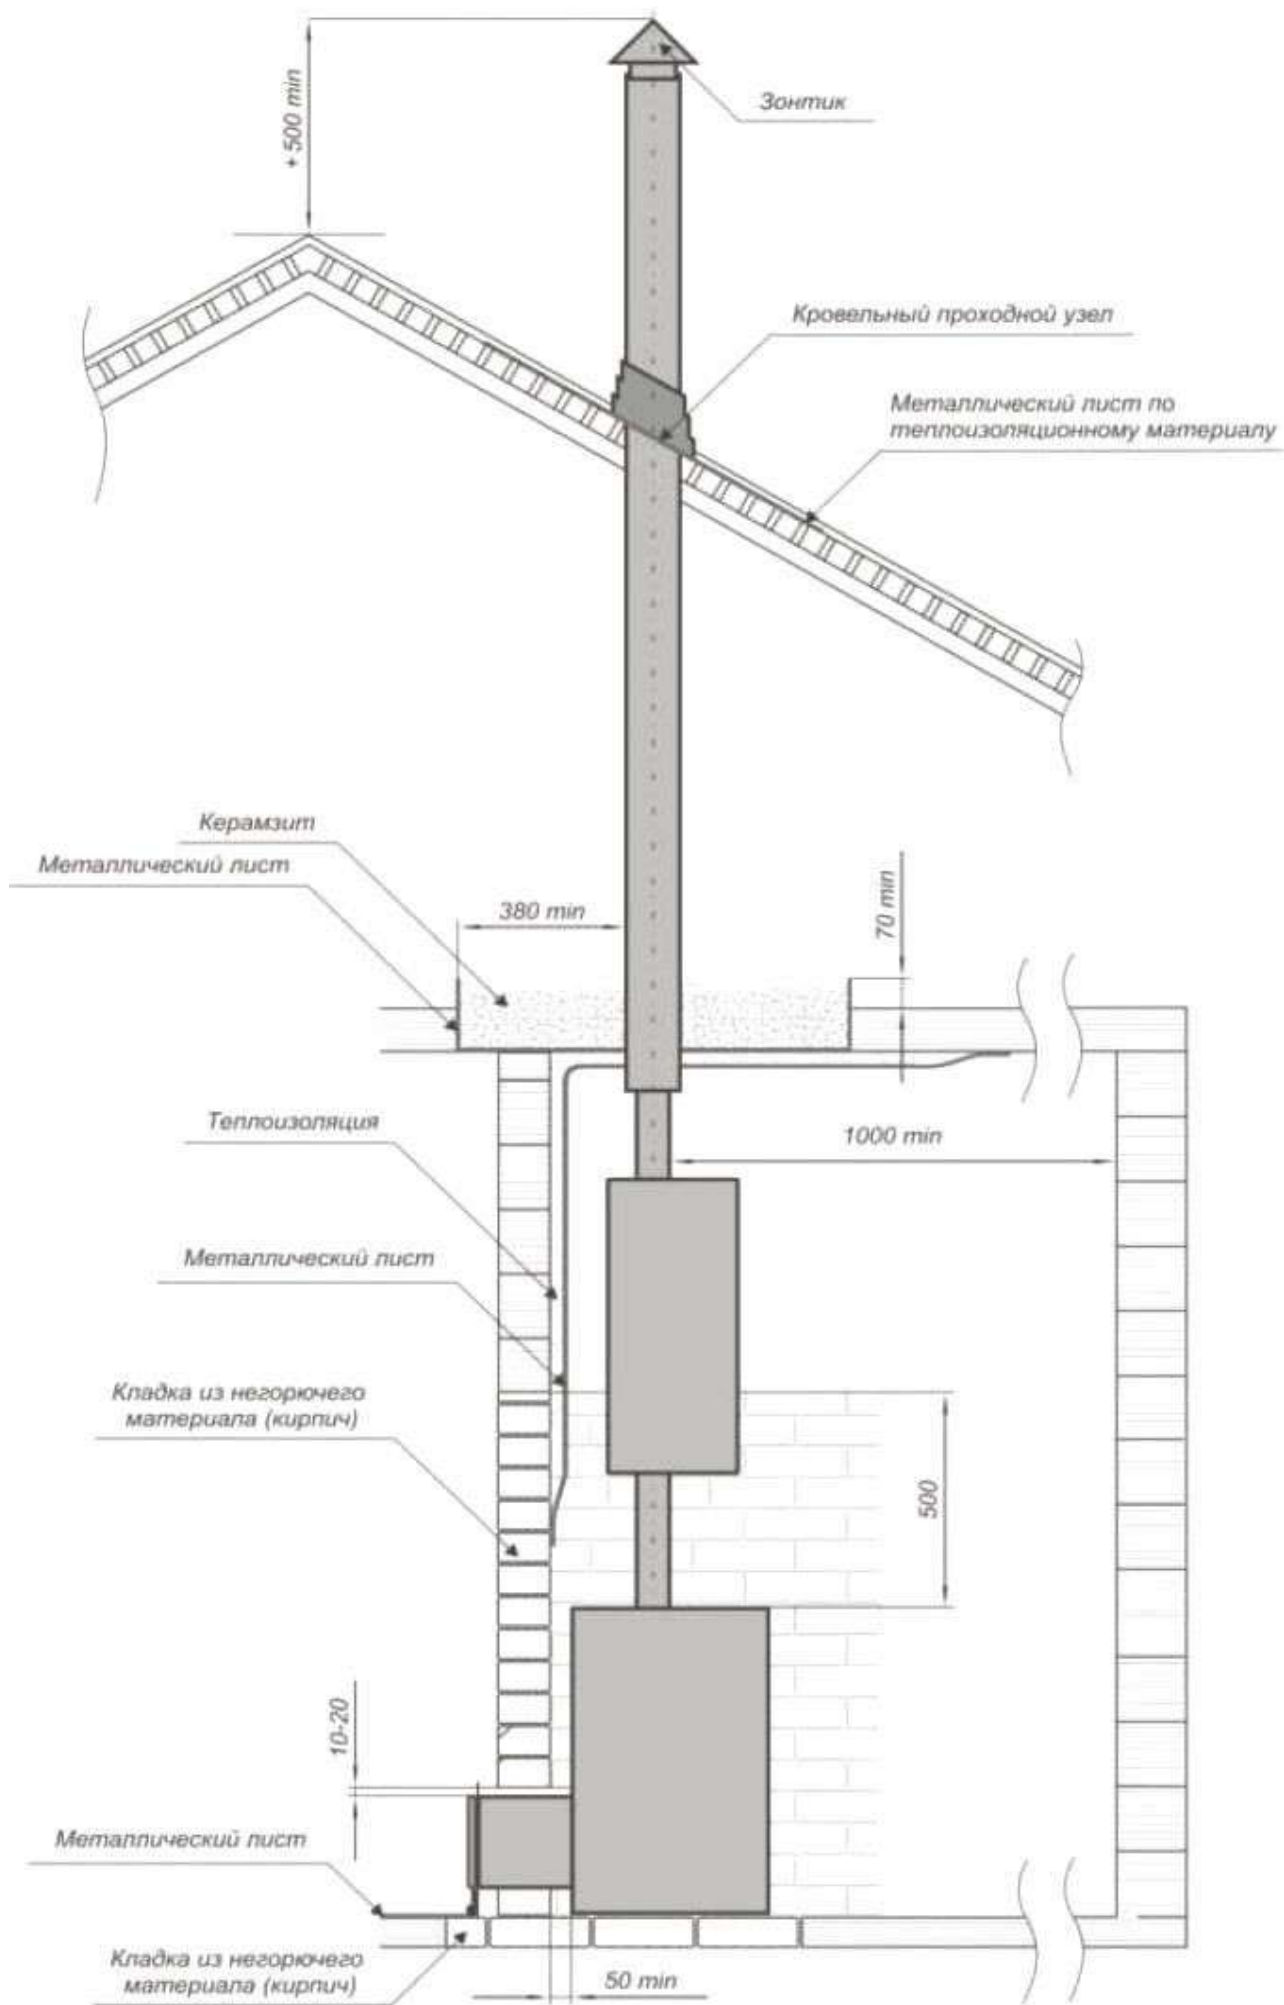

Рисунок 5: Установка банной печи («Диана», «Диана Порта»)
**Кирпичная кладка («Диана», «Диана Порта»):** оставьте между стенами и печью расстояние 50мм так, чтобы воздух мог циркулировать за печью и сбоку. Если печь установлена в нише стены, оставьте между ней и боковыми стенами расстояние 250 мм и 250 мм позади неё. Высота кирпичной кладки минимум 500мм (рисунок 5).